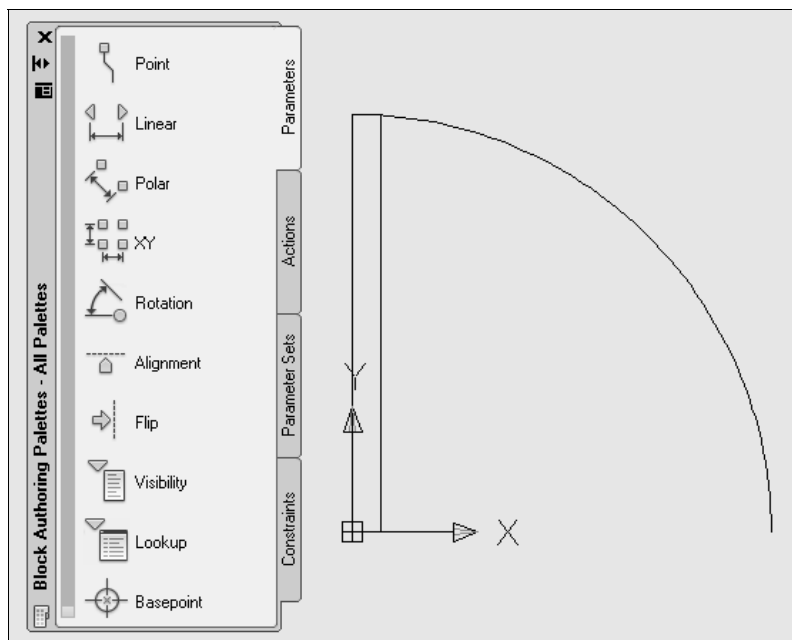

Рис. 17.6. Окно редактора блоков с загруженным блоком
2. Установите флажок **Open in block editor** (Открыть редактор блоков) в диалоговом окне **Block Definition** (Определение блока) и щелкните кнопку **ОК** для выхода из диалогового окна. Откроется диалоговое окно редактора блоков **Block Editor** (Редактор блоков) с созданным блоком **Door** (рис. 17.6).